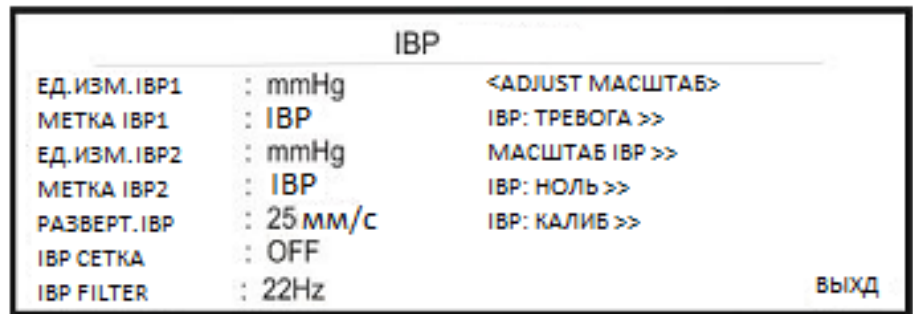

Рисунок 2.45 - Окно «IBP»
2.5.6.2 Окно ИАД измерений (см. рисунок 2.45):